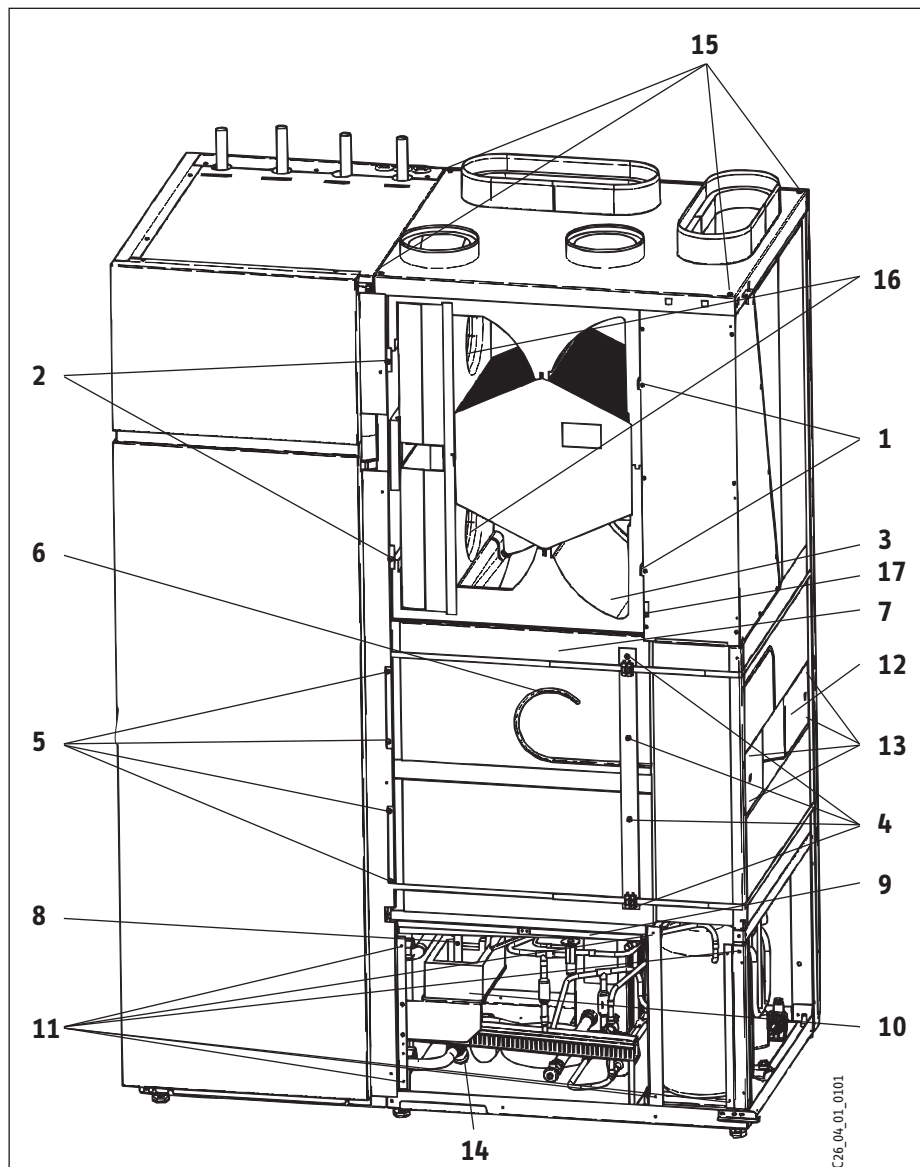

Abb. 18
Schneiden von Fliesen oder Sägen von Gipskartonplatten). Ist dies nicht der Fall, kann die Lüftung den Trocknungsprozess unterstützen. Zuerst muss geprüft werden, ob die Lüfter sich frei drehen. Hierzu Filtereinschübe (Abb. 3, Pos. 6 und 9) herausnehmen, Schrauben (Abb. 18, Pos. 1) lösen und Frontblech abnehmen. Wenn die Lüfter sich nicht frei drehen lassen, zuerst den Blechkeil zwischen den Lüftern, danach die Lüftereinheiten herausziehen und die Lüfter in die Aufhängung einsetzen. Danach die Lüfterstufe für den Normalbetrieb (P 07) auf „2“ stellen.
2.11 Reinigung (Abb. 18)
2.12.1 Fortluftlüfter schleift (Abb. 18)
2.12.2 Zu geringer Durchfluss im Heizungskreis, häufige HD-Störung (Abb. 18)
2.12.3 Abtauwanne reinigen (Abb. 18)